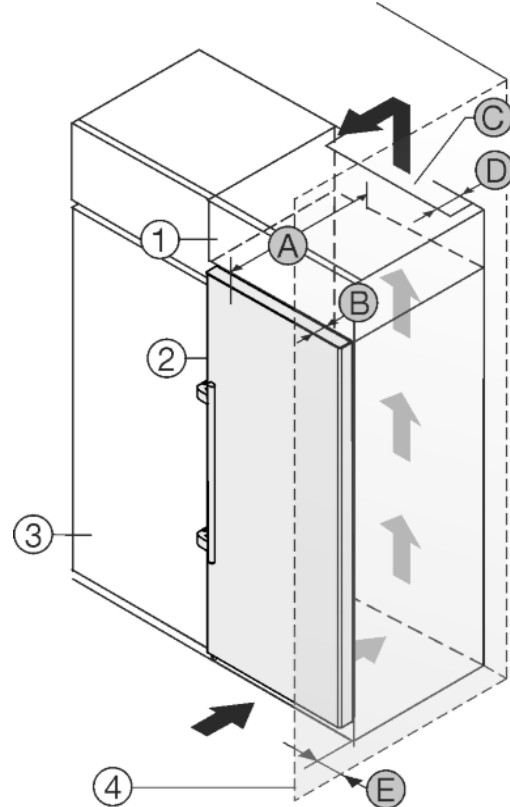

Fig. 8
Laite voidaan asentaa kalustekaappiin. Jotta korkeus *Fig. 8 (2)* saadaan yhdenmukaiseksi kaapistojen kanssa, laitteen päälle voi asentaa lisäkaapin *Fig. 8 (1)*.
Laitteen voi asentaa suoraan kalustekaapin *Fig. 8 (3)* viereen. Jotta ovet avautuvat kokonaan, laitteen on oltava mitan *Fig. 8 (B)* verran ulospäin kalustekaapin etureunasta. Kalustekaappien syvyyden ja väliseinien käytön mukaisesti laite voi olla ulompana.
- Lisäkaapin takana on oltava lisäkaapin levyinen poistoilmakuilu, jonka syvyys on *Fig. 8 (D)*.
- Katon alapuolelle on jäätävä ilmanvaihdon poikkipinta-alaa *Fig. 8 (C)* vastaava tila.
Kun laitteen oven saranapuoli asennetaan seinän *Fig. 8 (4)* viereen, laitteen ja seinän väliin on jätettävä etäisyys *Fig. 8 (E)*. Tämä väli oven avautumisen vaatimaa mittaa.